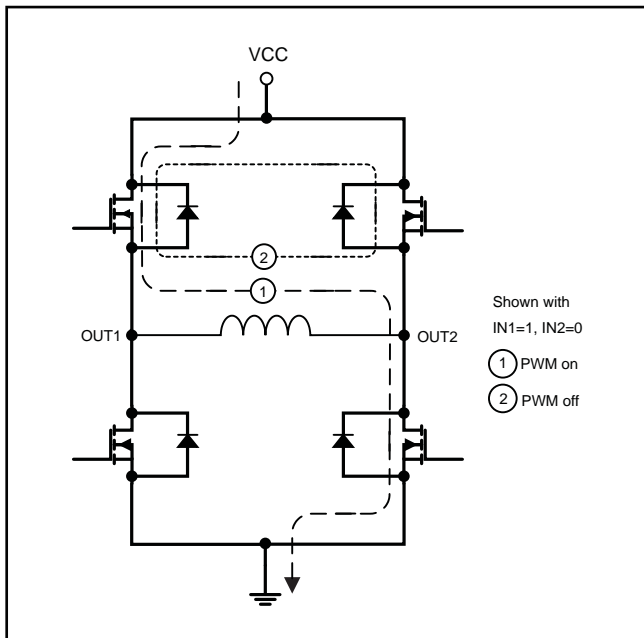

図 4. 電圧レギュレーション
PWMレギュレーション中は、PWMオン時間の間、Hブリッジによるモータ巻線電流の駆動がイネーブルになります。これは、図4の図で①として示されています。図中の電流の流れる方向は、IN1 = HighおよびIN2 = Lowのときの状態を示しています。
PWMオフ時間の間は、ブリッジ内の両方のハイサイドFETをイネーブルにすることで、巻線電流が再循環されます。これは、図4の図で②として示されています。